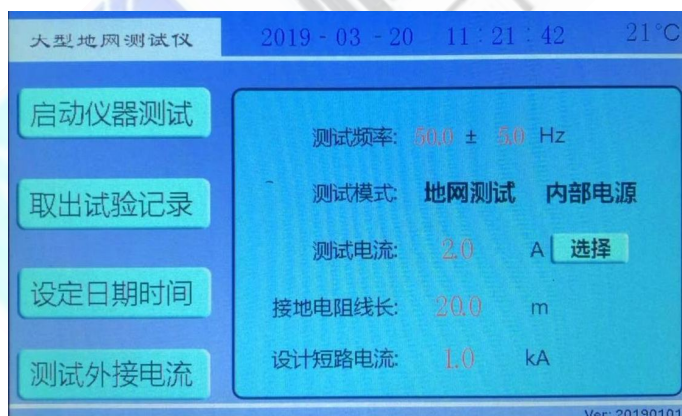
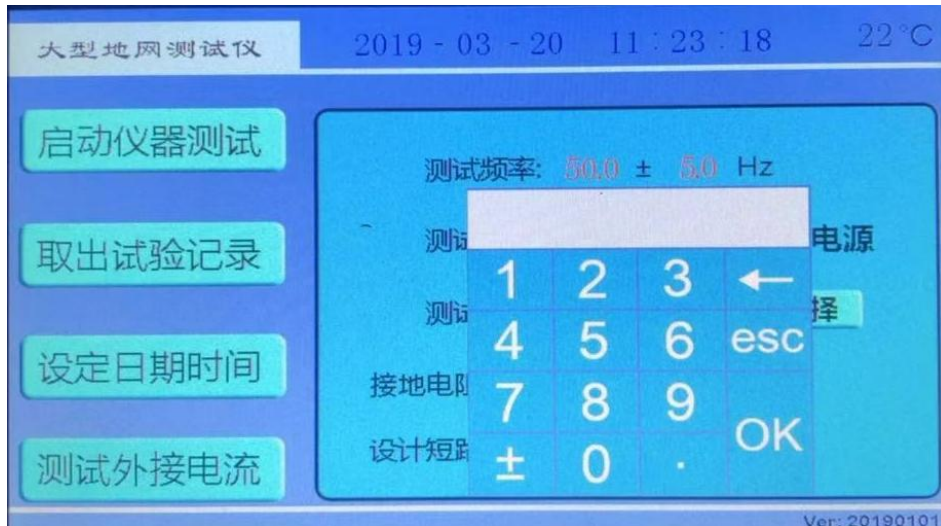
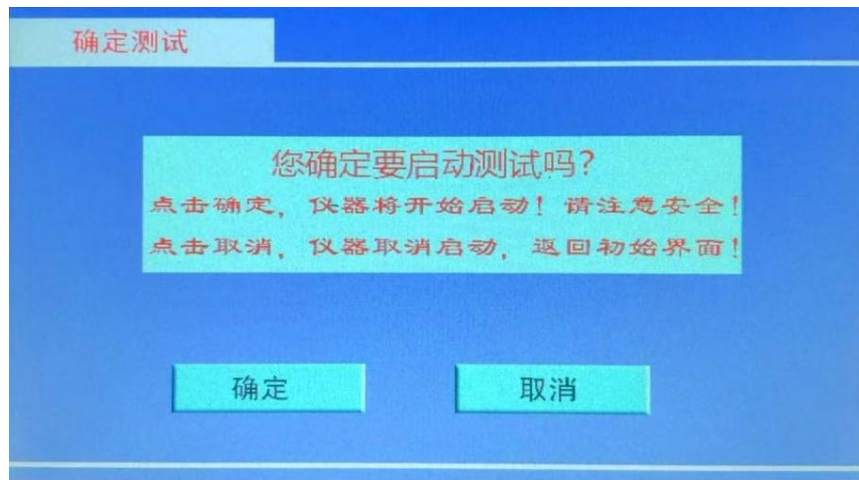

图 5 开机界面
图 9 红色数字参数修改界面
图 10 测试确认界面
1. 打开电源开关，计算机进行自检，几秒钟后，液晶屏显示中文主菜单如图 5 所示，表示自检成功。
7) 开机界面(图 5)下，红色数字的修改。如测试频率等项目，只需要使用触屏笔或手指点击，就可弹出数字键盘，然后修改即可。（图 9）
在开机界面(图 5)下, 测试模式选择**地网测试**, 使用触屏笔或手指点击**启动仪器测试**, 出现测试确认界面(图 10)：
点击**确定**，将开始升流测试。请**确认已经接好测试线**。此时将出现**地网测试**界面(图 11)。点击**取消**，仪器将返回开机界面(图 5)。
此时按下**退出**，返回到开机界面(图 5)。按下**打印**，打印出结果。
在开机界面(图 5)下, 测试模式选择**接地电阻**, (线长一般选择 20 米)使用触屏笔或手指点击
点击**确定**，将开始升流测试。**请确认已经接好测试线**。此时将出现**接地电阻测试界面**(图 15)。点击**取消**，仪器将返回开机界面(图 5)。
在开机界面(图 5)下，测试模式选择**跨步电压**，（短路电流一般为 1kA）使用触屏笔或手指点击**启动仪器测试**，出现测试确认界面（图 18）：
点击**确定**，将开始升流测试。请**确认已经接好测试线**。此时将出现**跨步电压**测试界面(图 19)。点击**取消**，仪器将返回开机界面(图 5)。